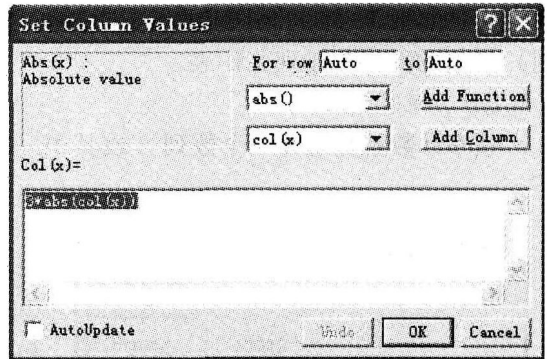

图 1-7 数列变换对话框
(4) 键入“*3”，这时“col (x) =”文本框的内容为“abs (col (x)) *3”，结果如图 1-7 所示。
(5) 单击“OK”按钮完成设置。